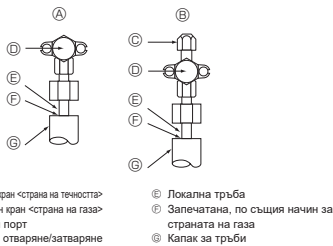

Fig. 4-4
4.4. Метод за тестване на херметизацията на тръбите за хладилен агент (Fig. 4-4)